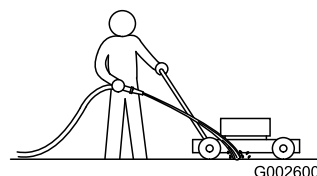

Figure 26
1. Mettez le moteur en marche après avoir amené la machine sur une surface revêtue plane et dirigez un jet d'eau devant la roue arrière **droite** (Figure 26).